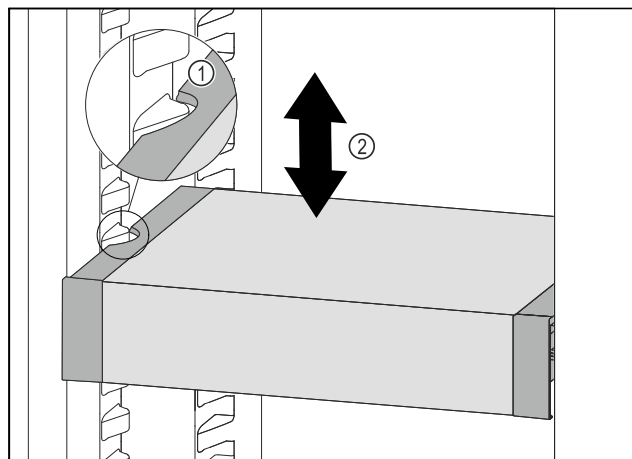

Fig. 123
- ▶ Træk VarioSafe fremefter, indtil udsparingerne i siden på VarioSafe er på niveau med beholderribben i kølesektionen. Fig. 123 (1)
- ▶ Flyt VarioSafe op eller ned i kølesektionen, indtil den ønskede højde er nået. Fig. 123 (2)